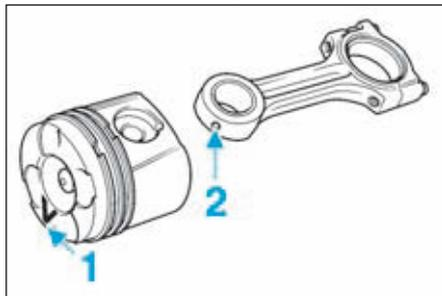

FIG.96
- Placer le repère gravé (1) sur la tête du piston vers le bas et l'orifice de graissage (2) du pied de bielle à droite de l'axe verticale (Fig.96).